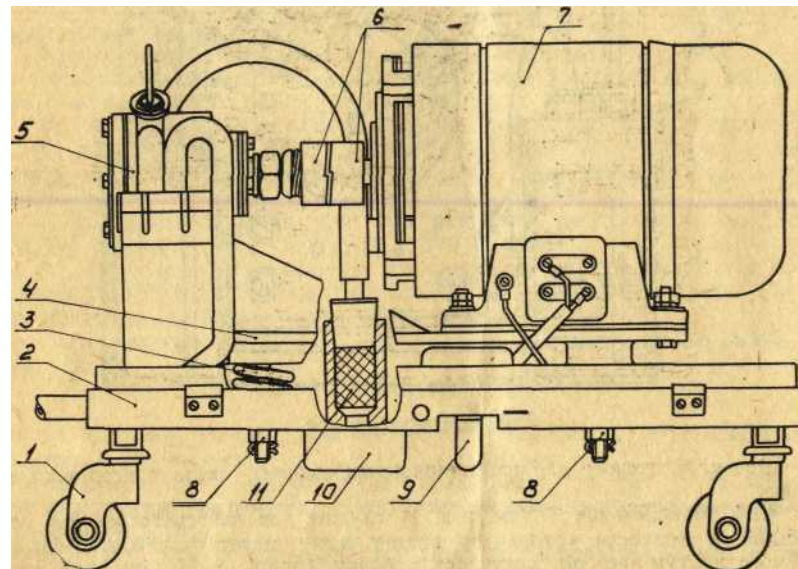

Рис. 2. Подвижный блок.
4.1.2. Подвижный блок состоит из основания 2 (рис. 2), на котором установлены вакуум-насос 5 с электродвигателем 7, валы которых соединены при помощи двух полушестерен 6, обеспечивающих вращение ротора вакуум-насоса только в одном направлении.
Ротор расположен в статоре эксцентрично, образуя пространство, разделенное лопатками на ячейки. При вращении ротора воздух через трубку бачка 13, тройник 12 засасывается в статор и по трубке 5 выбрасывается в бачок 1 и далее через штуцер 3 поступает к фильтру 11 (см. рис. 2) и выходит в атмосферу. Колпачок 10 служит для сбора масляных частиц.
После распаковки и расконсервации аппарата необходимо отвернуть гайки 8 (см. рис. 2) двух шпилек до упора со шплинтом. Работать с завернутыми гайками не разрешается.
а) включить аппарат путем перевода рычага 9 (см. рис. 2) в положение «—» (включено);
г) выключить аппарат, для чего отвернуть регулировочный колпачок 9 и перевести рычаг 9 (см. рис. 2) в положение «Q» (выключено);
8.1. Включить аппарат, для чего рычаг 9 (см. рис. 2) перевести в положение «—» (включено).
е) снять колпачок 10 (см. рис. 2) и удалить из него масло.
б) проверить состояние полумуфта 6 (см. рис. 2), легкость вращения валов электродвигателя и вакуум-насоса;